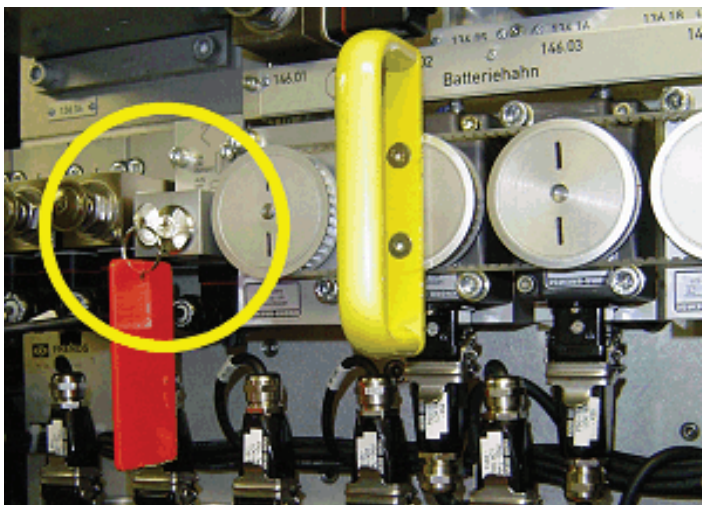

Bild 2-5 Schlüsselventil Stromabnehmer in Grundstellung "Ein"
- Schlüsselschalter des Stromabnehmersenkventils auf der Bremsgerätetafel in Stellung "Aus" drehen und Schlüssel abziehen. Damit ist die Druckluft zum Heben aller Stromabnehmer abgesperrt (siehe Bild 2-5; Seite 18).